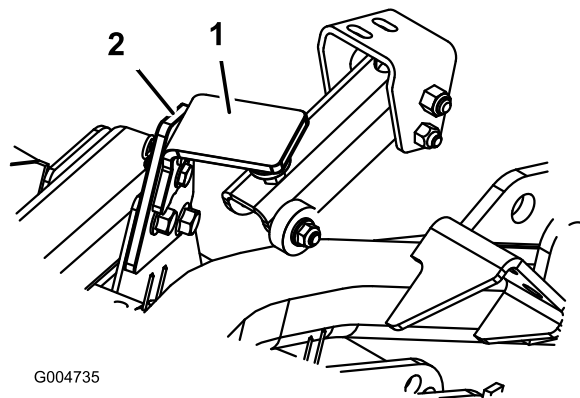

Figura 79
2. Retire el pasador de horquilla y el pasador que fijan el cierre de transporte de la plataforma a la placa del cierre (Figura 79). Gire el cierre hacia la parte trasera de la plataforma.